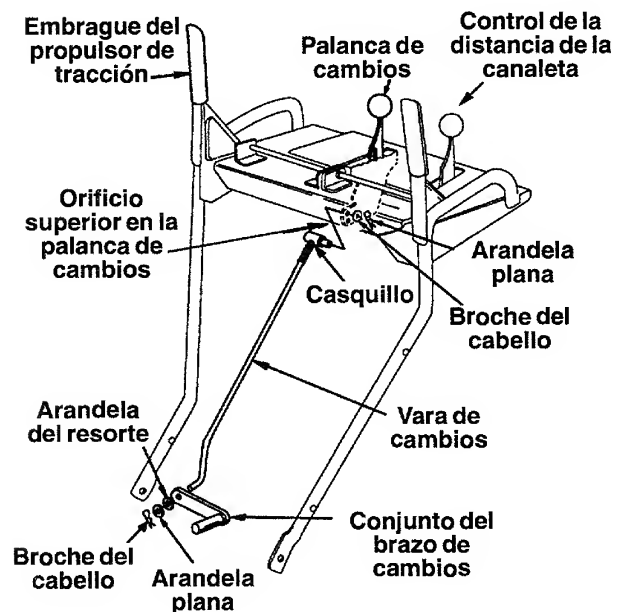

Figura 22
- Extraiga el broche del cabello y la arandela plana del casquillo debajo del panel de cambios. Extraiga el casquillo del orificio de la palanca de cambios. Vea la figura 22.
- Coloque la palanca de cambios del panel del mango en la sexta (6) posición (todo hacia adelante).
- Enrosque el casquillo hacia arriba o hacia abajo de la vara de cambios según sea necesario hasta que el casquillo se alinee con el orificio superior de la palanca de cambios. Vea la figura 22.